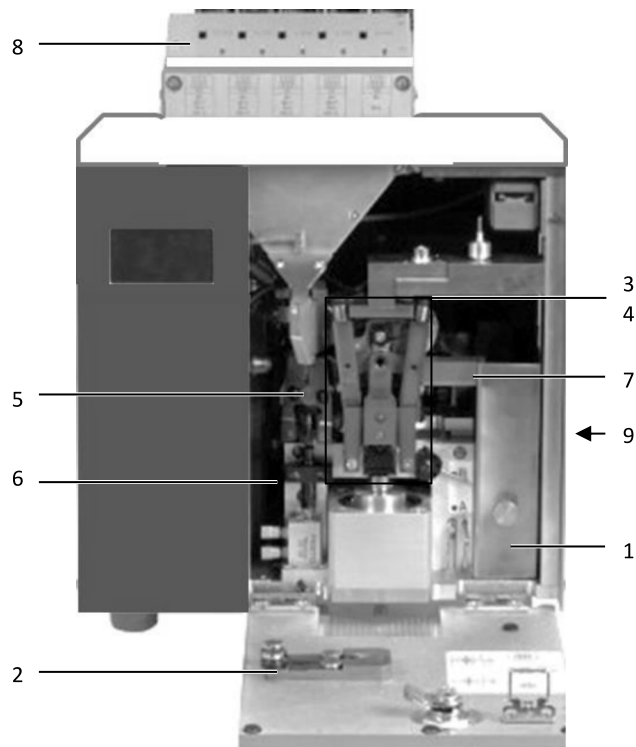

Abb. 16: Übersicht der Wartungspunkte
- Lösen Sie die Schrauben und entfernen Sie die Abdeckung (Abb. 16, Pos. 8)